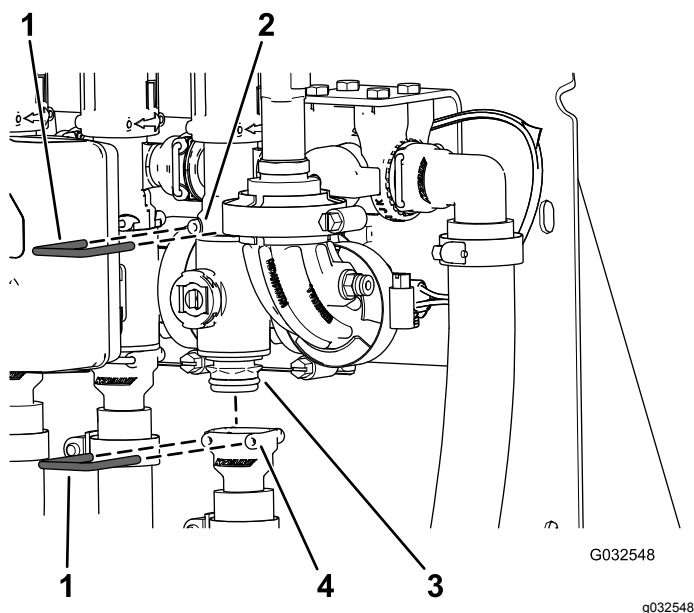

Figura 109
2. Retire a fixação que fixa o coletor da válvula de secção à união de derivação (Figura 109).